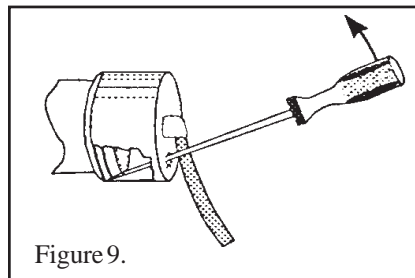

Figure 9.
3. Ôtez le capuchon du cordon électrique en introduisant un tournevis à pointe plate dans l'orifice d'accès, comme le montre la figure 9, et en faisant levier vers le haut.
3. Retirez le capuchon du cordon électrique en introduisant un tournevis à pointe plate dans l’orifice d’accès et en faisant levier vers le haut (voir figure 9, Section IV).